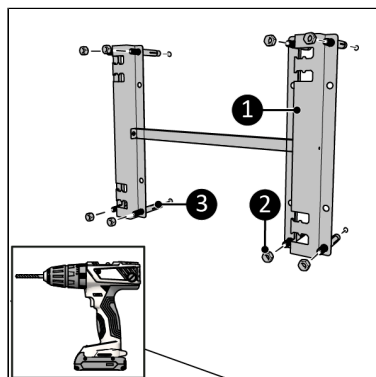

Figure 76.
1. Placez le support contre le mur, avec les ouvertures du support orientées vers la gauche, et marquez les huit trous (Figure 76).
3. Placez les boulons d'ancrage (Figure 76, pos. 3).
4. Fixez fermement le support mural (Figure 76, pos. 1) au mur avec les huit écrous (Figure 76, pos. 2).